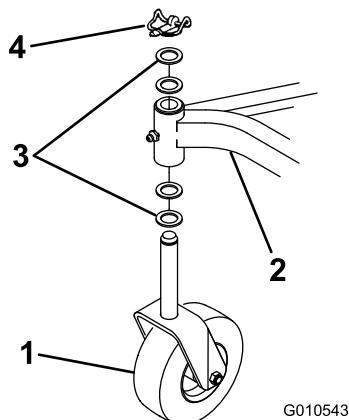

Figura 5
- Retire el pasador de seguridad y las 2 arandelas de empuje de cada conjunto de rueda giratoria. Deje 2 arandelas de empuje en cada eje, introduzca los ejes en el tubo de montaje del bastidor, e instale las arandelas de empuje y el pasador de seguridad (Figura 5).